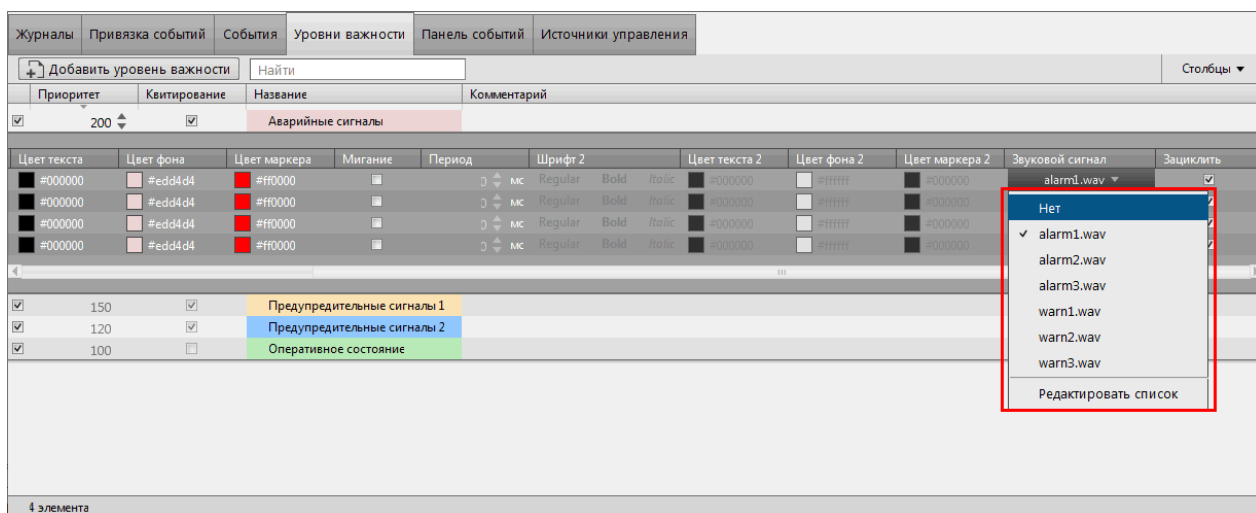

Рисунок 143 - Выбор звуковой сигнализации
2. Для каждого условия выберите звуковую сигнализацию из списка в столбце **Звуковой сигнал** (Рисунок 143).